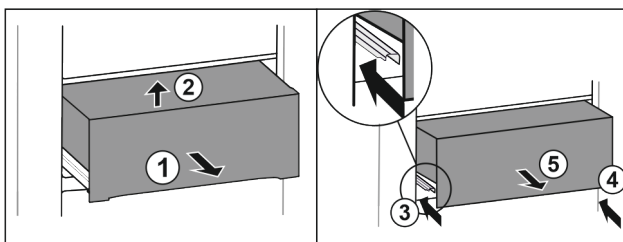

Fig. 30 *
- Estrarre il cassetto a metà Fig. 30 (1)*
- Sollevare dal lato anteriore Fig. 30 (2)*
- Inserire la guida a sinistra Fig. 30 (3)*
- Inserire la guida a destra Fig. 30 (4)*
- Rimuove il cassetto tirandolo in avanti Fig. 30 (5)*